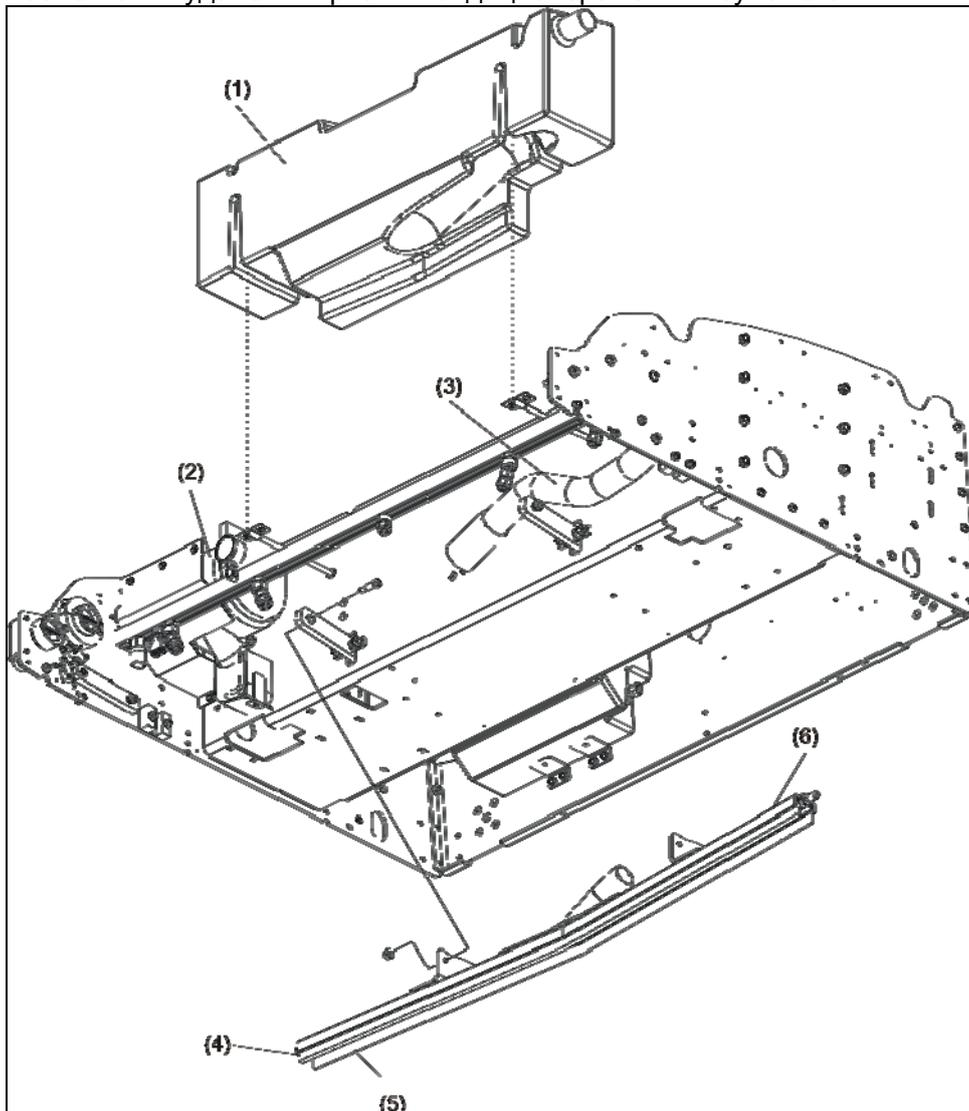

Рисунок 6-3. Пылесос и система сбора жидкости – Вид снизу
3. Впитывающая прокладка перемешивает чистящую жидкость на дорожке для облегчения удаления грязи и кондиционера. См. Рисунок 6-3.
4. Пылесос с помощью скребка собирает в бак смесь клинера и кондиционера с поверхности дорожки. См. рисунок 6-3.